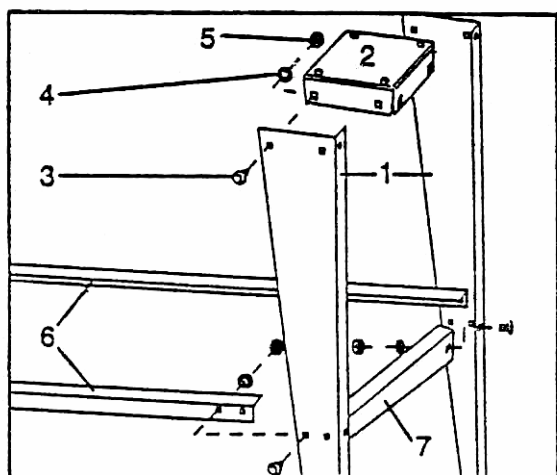

Рис.3
8.1. Сборка основания (Рис. 3)